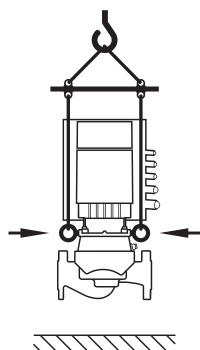

Fig. 8: 펌프 운반
- 펌프를 운반할 경우 허용된 화물 리프팅 장치(예: 도르래 장치, 크레인 등)를 사용해야 합니다. 화물 운반장치는 모터 플랜지에 존재하는 운반 고리에 고정시켜야 합니다(Fig. 8, 여기에는 수직 모터 샤프트의 인양 방향이 설명되어 있습니다).